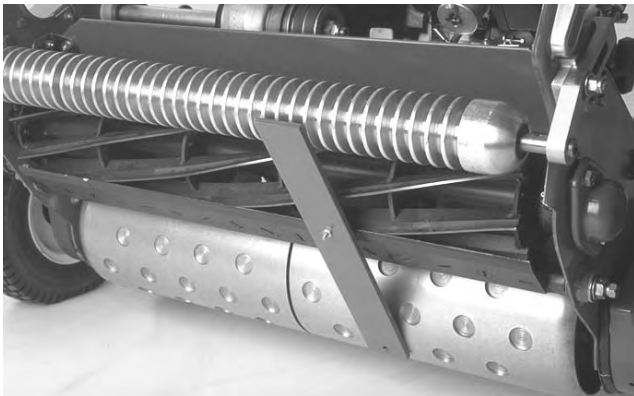

Bild 15
- Haken Sie den Schraubenkopf an die Schnittkante des Untermessers ein, und stützen Sie das hintere Ende der Lehre auf der hinteren Walze ab (Bild 15).